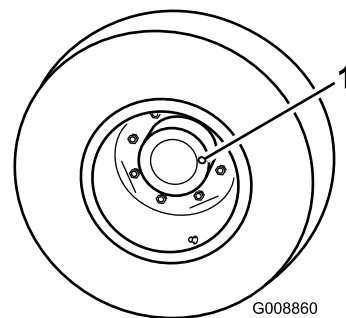

Figura 42
1. Coloque a máquina numa superfície nivelada e posicione a roda de forma a que o tampão de verificação/escoamento (Figura 42) se encontre na posição das três ou nove horas.
2. Retire o tampão da transmissão universal (Figura 42). O óleo deverá ser visível no fundo do orifício do tampão de verificação, que se encontra na zona traseira do travão.